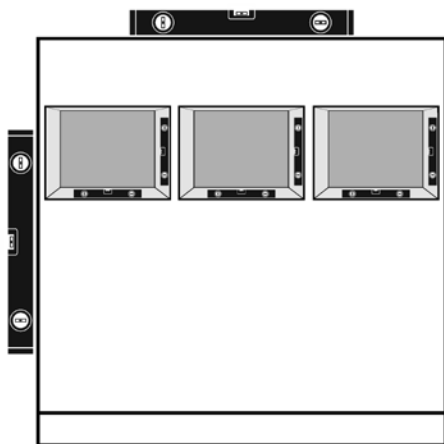

Рис. 1
1. Убедитесь в том, что мебель выставлена по уровню и выровняйте все монтажные поверхности. (Рис. 1)
2. Убедитесь в том, что все монтажные поверхности идеально горизонтальны. В противном случае перекося необходимо устранить после вставки техники. (Рис. 1)